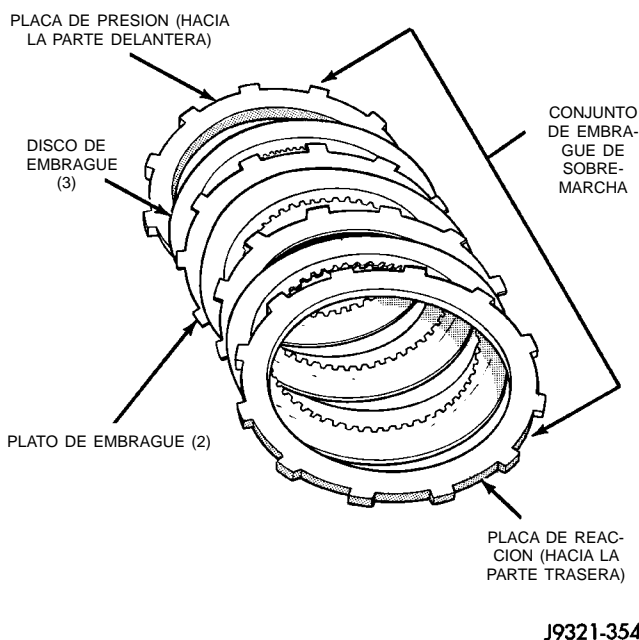

Fig. 204 Posición de los componentes del embrague de sobremarcha
(3) Observe la posición de los componentes del conjunto de embrague para utilizar como referencia durante el ensamble (Fig. 204).